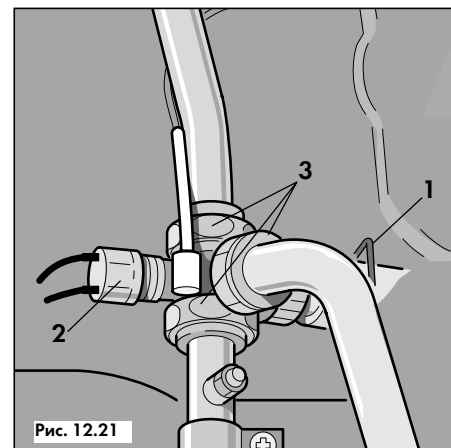

Рис. 12.21
- Разъединить штекерные соединения и отсоединить кабели STB (2, рис. 12.21);
- Удалить пружинный фиксатор (1, рис. 12.21);
- Раскрутить резьбовые соединения (3, рис. 12.21) и снять байпас вместе с подсоединениями;